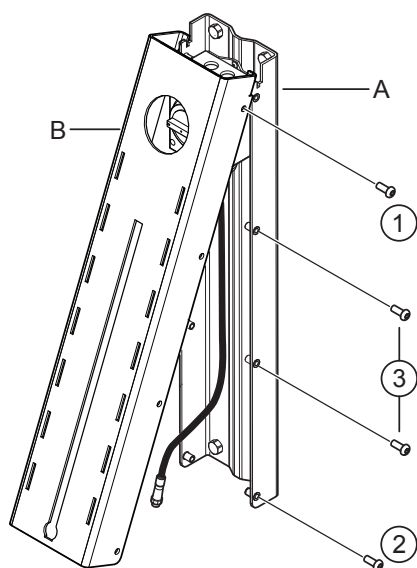

Fig. 9: Sette på igjen brakettens frontdeksel.
1. Bruk U-klemmene og mutrene (D) for å montere baksiden av braketten (A2) på stolpen.
3. Sett på igjen frontdekslet (B i Fig. 9) på braketten (A) ved hjelp av de åtte skruene og en 8 mm unbrakonøkkel. Start med de øverste (1) og nederste (2) skruene.